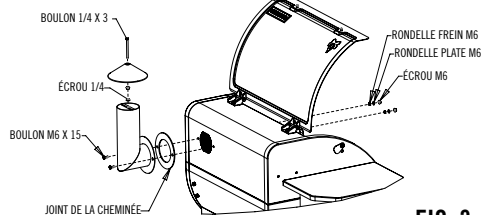

FIG. 3
1. Monter la cheminée sur le barbecue comme indiqué à la Fig 3. S'assurer que le joint de la cheminée est placé entre le barbecue et la cheminée.
3. Placer le boulon M6 x 1/4 à travers le chapeau de la cheminée et l'attacher au moyen d'un (1) écrou 1/4. Visser un deuxième écrou sur le boulon en laissant environ 3,8 cm à partir de l'extrémité supérieure du chapeau. Visser l'ensemble du chapeau vers le bas dans le support de la cheminée jusqu'à ce que l'écrou du bas touche le support. Voir la Fig 3.